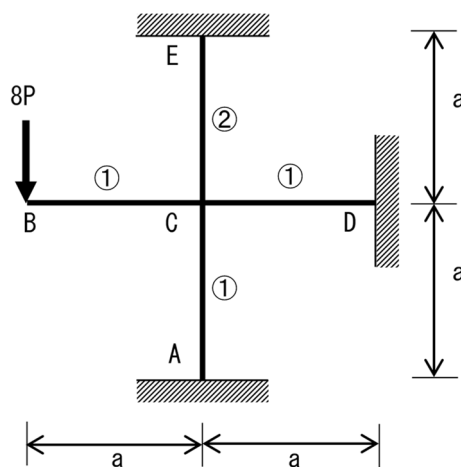
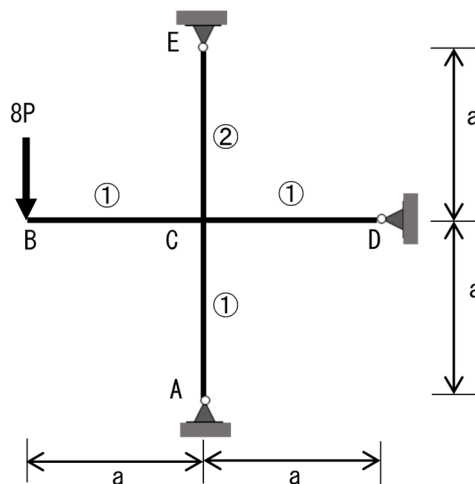

図 1-1 十字型ラーメン架構：剛支持
図 1-2 十字型ラーメン架構：ピン支持
1. 図 1-1 の十字型のラーメン架構を考える。A 点、D 点、E 点で壁面に固定支持されている。B 点は自由端で先端に $8P$ の鉛直荷重が下向きに作用している。ただし、図中の○内の数字は剛比を表す。また、架構の自重は考えないものとする。この架構についてたわみ角法を用いて各部材の断面力を求める。以下の問について解答欄に記載しなさい。
2. 図 1-1 の十字型ラーメン架構の A、D、E の固定端を、図 1-2 に示すようにピン支持に変更した。このとき、C 点のたわみ角(回転角)は増加することが予想される。ピン支持に変更したことで剛支持とした場合に対し、たわみ角が何倍になるかを計算しなさい。計算の過程についても簡潔に記述すること。